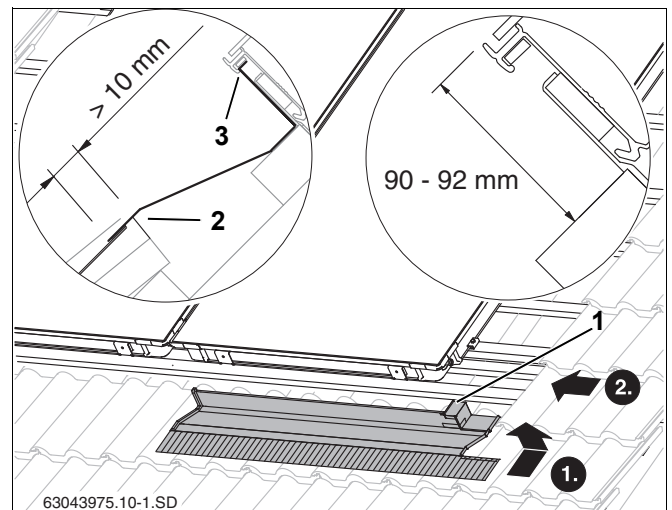
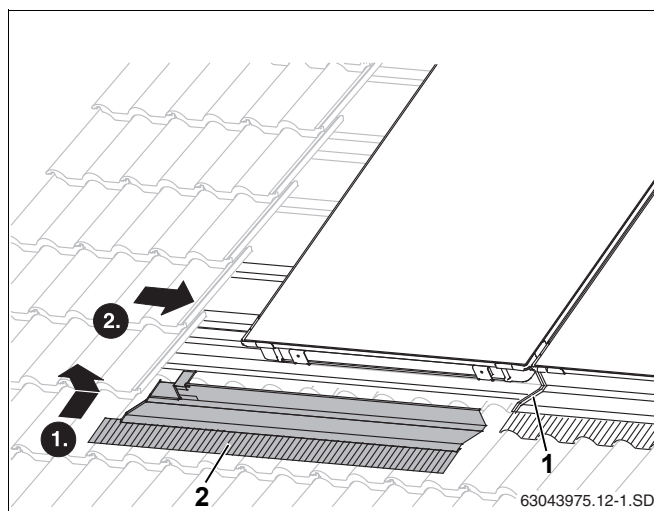

Рис. 43 Правый нижний накладной лист
Рис. 46 Укладка левого нижнего накладного листа
- ▶ Правый накладной лист вставьте верхней кромкой в паз коллектора (рис. 43, поз. 3).
- ▶ Придвиньте накладной лист к коллектору так, чтобы и правая короткая кромка (рис. 43, поз. 1) входила вверху в паз коллектора.
Накладной лист нужно уложить на черепицу так, чтоб он перекрывал черепицу минимум на 10 мм (рис. 43, поз. 2).
- ▶ Уложите левый накладной лист (рис. 46, **поз. 2**) на предыдущий и смонтируйте как правый (рис. 43).
Защитную пленку можно снять с накладного листа (рис. 46, **поз. 1**) только после того, как будут закреплены все листы.